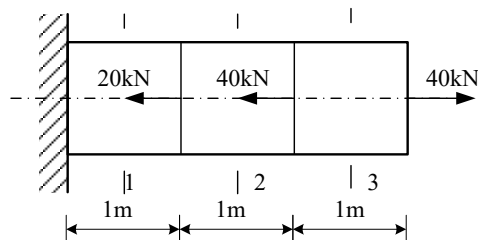

图 1
3、如图 1 所示，已知横截面面积为 $A = 400\text{mm}^2$ ，杆件材料的弹性模量 $E = 180\text{GPa}$ ，则杆件的总的变形为_____mm，变形的性质是_____ (伸长/缩短)。截面 3 上的应力大小为_____，性质为_____ (拉/压) 应力。(6%)